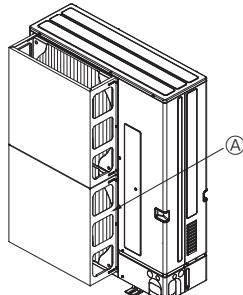

Fig. 2-4
- Ünite, tayfun ve başka nedenlerden oluşan güçlü rüzgârların doğrudan hava çıkışına girebileceği bir yere monte edilmişse, isteğe bağlı olarak sağlanan bir hava kılavuzu monte edin. (Fig. 2-4)